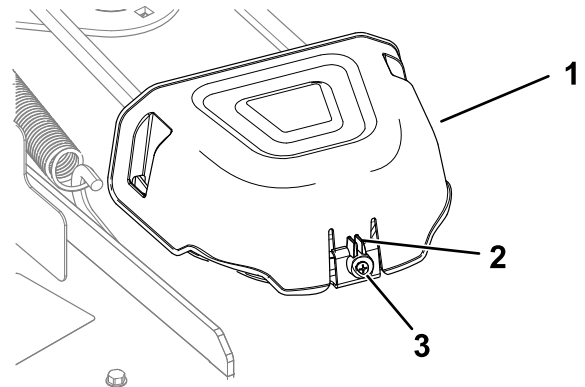

図 53
5. ねじをゆるめ、カバーについているタブを押し込んでプーリカバーを外す 図 53。